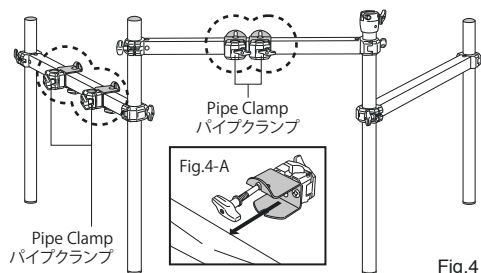

Fig.4
4. Attach the Pipe Clamps (Fig.4-A) placing two on the center of the front bar and two on the side extension as shown (Fig.4).
パイプクランプをフロントバーに2箇所、左手側のサイドバーに2箇所、取付けます(Fig.4, 4-A)。